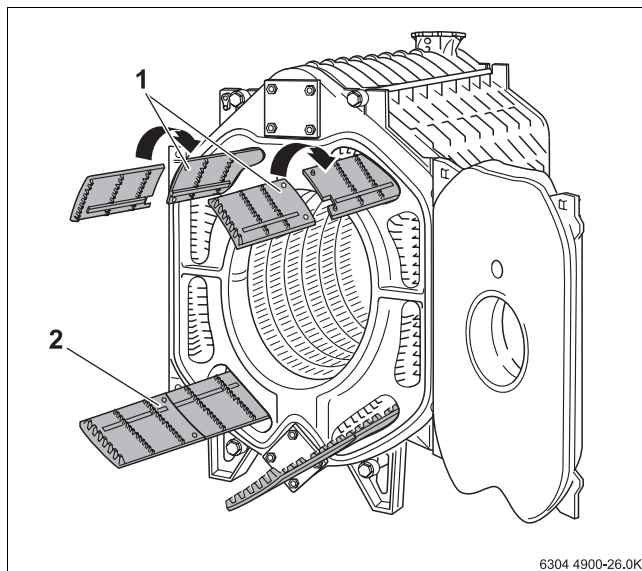
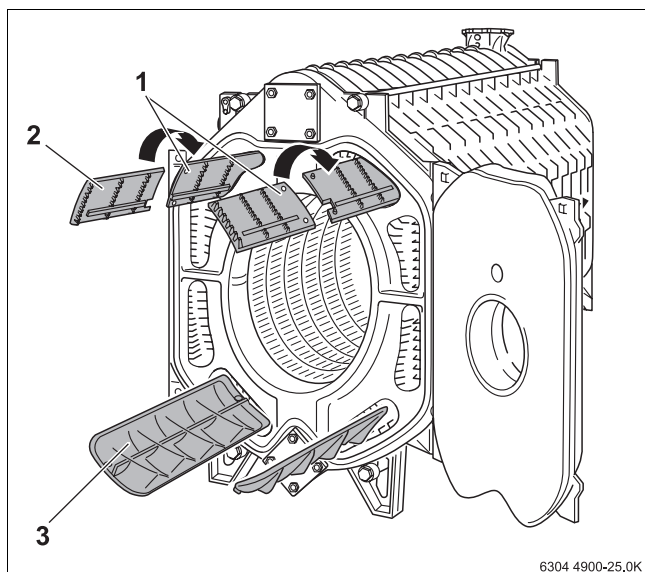
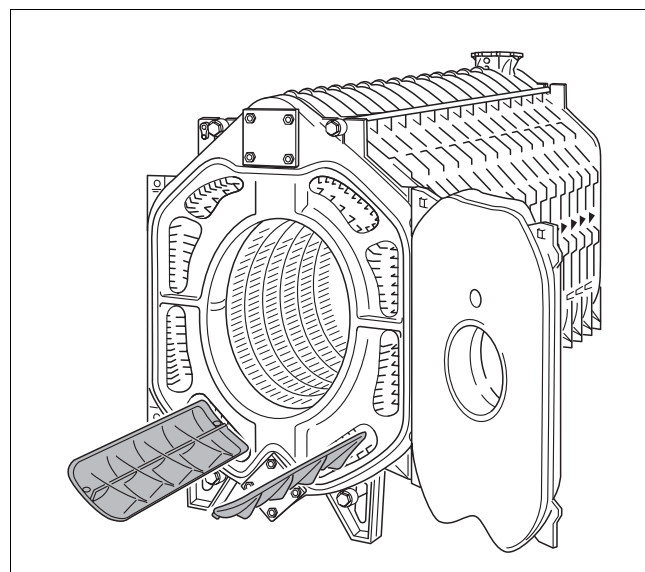

Fig. 30 Inserimento dei turbolatori (blocco caldaia con 9 elementi)
Fig. 31 Inserimento dei turbolatori (blocco caldaia con 13 elementi)
Fig. 32 Inserimento dei turbolatori (blocco caldaia con 15 elementi)
Nella → fig. 31, pag. 23 sono rappresentate le due sezioni ben incastrate.
- Togliere i turbolatori dalla scatola delle parti di corredo ed inserirli nei giri di fumo corrispondentemente alla scritte impresse sopra (→ vedi fig. 30, fig. 31, pag. 23, fig. 32, pag. 23 e tab. 11 successiva, pag. 23).